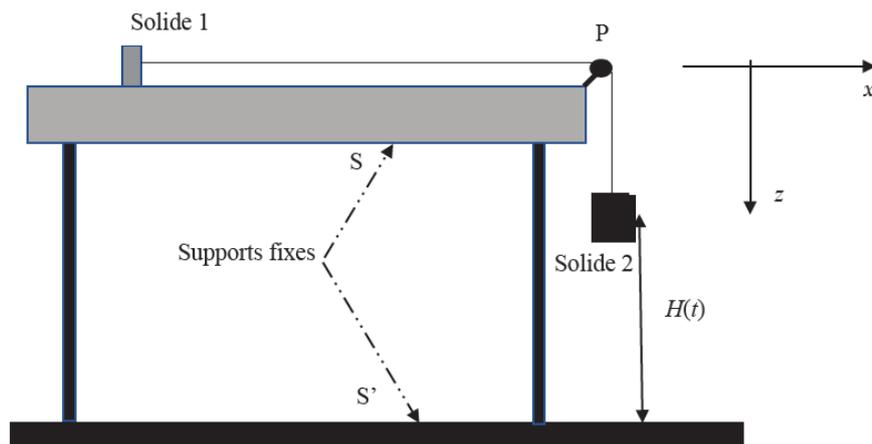

FIGURE 6 – Premier dispositif : mesure du coefficient de frottement dynamique.
Le solide 1 de masse  $M = 50$  mg est relié par un ressort de raideur  $k$  à un point fixe A. Il se déplace sur un tapis roulant horizontal caractérisé par un coefficient de frottement dynamique nul et par un coefficient statique  $f_s = 0,6$ . La situation est représentée figure 6. On note  $X(t)$  l'allongement instantané du ressort. Dans la situation initiale,  $X(t = 0) = X_0 > 0$  et le solide 1 est abandonné sans vitesse initiale relativement au tapis. Celui-ci se déplace à la vitesse uniforme  $V = V\vec{e}_x$ .
34. On utilise le dispositif représenté sur la figure 6. Un solide 1 de masse  $M$  est lié, par un fil inextensible et supposé sans masse, à un solide 2 de masse  $\alpha M$  ( $\alpha > 1 > f_s$ ). Le fil sans masse de longueur  $L$  passe sur la gorge d'une poulie idéale. Le solide 1 se déplace sur un support fixe  $S$  horizontal. On appelle  $H$  l'altitude du centre de masse du solide 2 au-dessus d'un support horizontal  $S'$ . À l'état initial, les solides sont tous immobiles, le solide 1 est à l'abscisse  $X(t = 0) = X_0$  et le solide 2 est à l'altitude  $H(t = 0) = H_0$ .